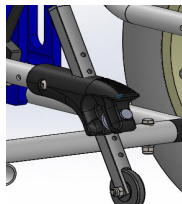

fig. 5.2
- verso l'alto funzionamento non in presa come fig. 5.2